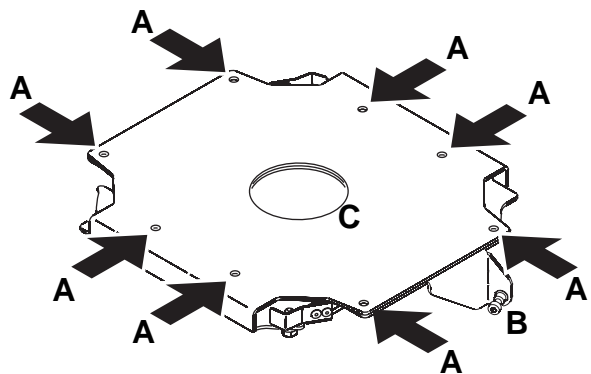

Figure 4: Points de fixation de la platine rapide
Lors du montage du smartMAC dans la platine, tournez le projecteur complètement dans le sens horaire et assurez-vous que les baïonnettes s'engagent bien dans la base du projecteur. Serrez la vis de sécurité (B sur la Figure 4) et vérifiez une seconde fois la double fixation.
2. Consultez la Figure 4. Fixez la platine à la surface en utilisant les 8 perçages de 5.5 mm repérés A. Assurez-vous que la fixation de la platine supporte au moins 10 fois le poids du smartMAC.